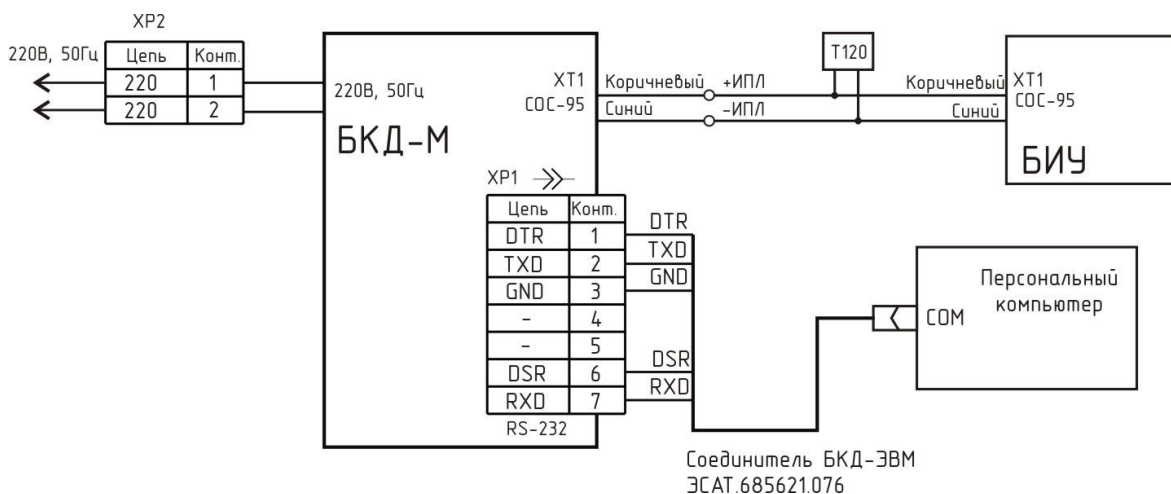

Рисунок 8 - Подключение БИУ для настройки параметров
- 1) Подключить к выходу ИПЛ блока БКД-М соблюдая полярность блок БИУ, а также терминатор (рисунок 8).